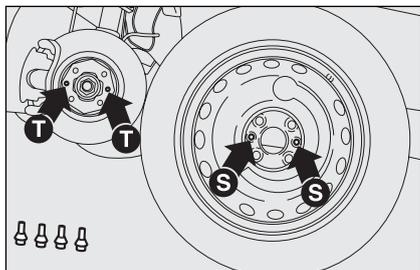

fig. 8
- montare il ruotino facendo coincidere i fori **S**-fig. 8 con i relativi perni di centraggio **T**;
- montare la ruota di uso normale facendo coincidere i fori **S**-fig. 8 con i relativi perni di centraggio **T**;